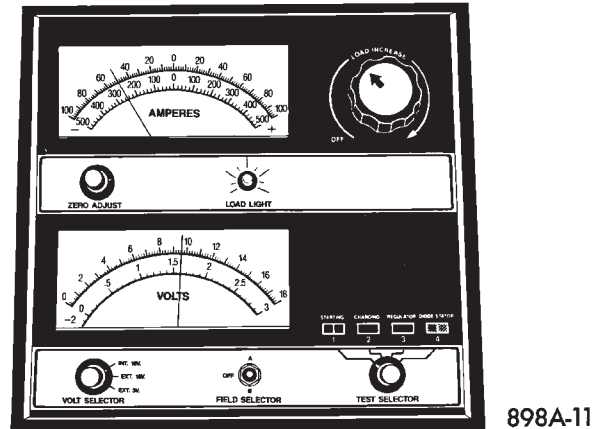

Abb. 8 Einstellung auf 50% der Kaltstart-Nennstromstärke
(3) 2 Minuten lang warten, bis sich die Batteriespannung stabilisiert hat, und dann die Ruhespannung der Batterie überprüfen.
(4) Den Regler des Kohleschichtpotentiometers so weit drehen, bis das Amperemeter einen Wert anzeigt, welcher der halben Kaltstart-Nennstromstärke (gemäß technischen Daten der Batterie) entspricht (Abb. 8). Näheres hierzu siehe Abschnitt "Technische Daten" am Ende dieses Kapitels. Nach 15 Sekunden die angezeigte Spannung notieren und den Regler wieder in Stellung "Off" (Aus) zurückdrehen.
(5) Der Spannungsabfall kann je nach Batterietemperatur variieren. Die Batterietemperatur kann anhand der in den letzten Stunden vor Testbeginn herrschenden Umgebungstemperaturen abgeschätzt werden. Wurde die Batterie einige Minuten vor dem Test geladen, so ist die Batterietemperatur in der Regel erhöht. Näheres zu den korrekten Spannungswerten siehe Tabelle "Temperaturen für Belastungstest".
(6) Besteht die Batterie den Belastungstest, so ist sie in gutem Zustand und bedarf keiner weiteren Überprüfung; andernfalls muß die Batterie ausgetauscht werden.